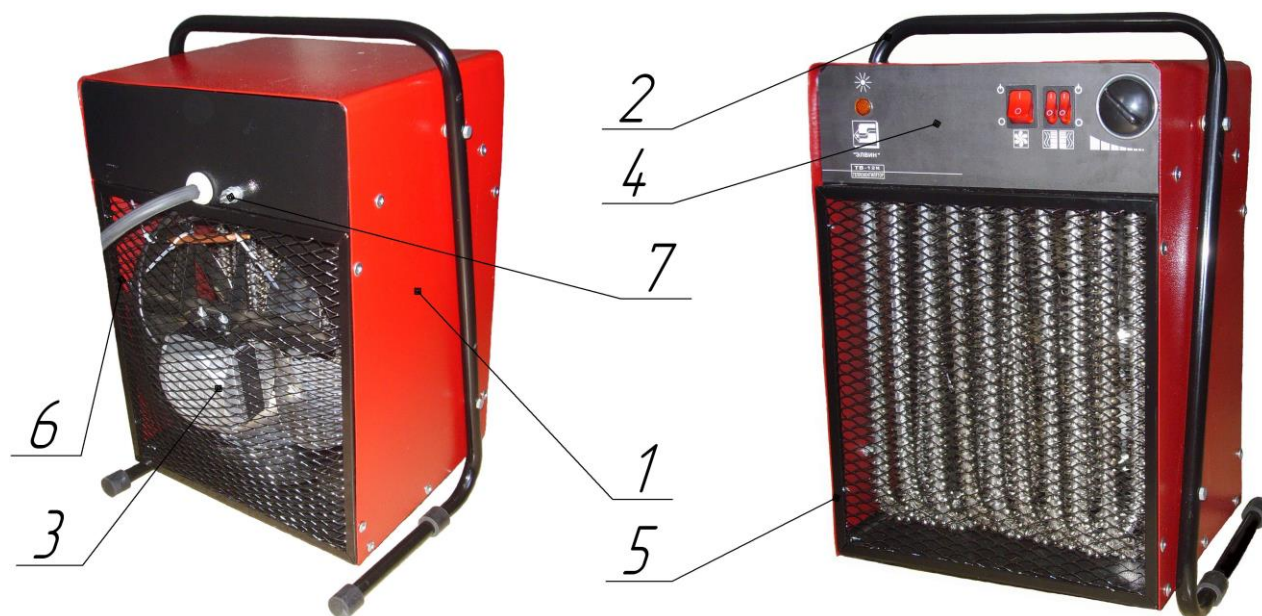

Рис.1. Тепловентилятор
5.1. Несущая конструкция тепловентилятора (см.рис.1) состоит из корпуса (1) и ручки – ножки (2). Двигатель с вентилятором (3) расположен в задней части тепловентилятора. Блок управления смонтирован на основании, расположенном в корпусе. Органы управления вынесены на панель управления (4). Внутри корпуса расположены оребранные трубчатые электронагревательные элементы, закрытые с лицевой стороны тепловентилятора рамкой с сеткой. На задней панели находится вывод шнура питания и болт заземления (7).
5.3. Электрическая схема тепловентилятора приведена на рис.1, 2 Приложения.
В целях безопасности тепловентилятор должен быть заземлен гибким проводником сечением не менее 2,5мм², надёжно закрепленным гайкой между плоскими шайбами на болте заземления (7) (см. рис.1).